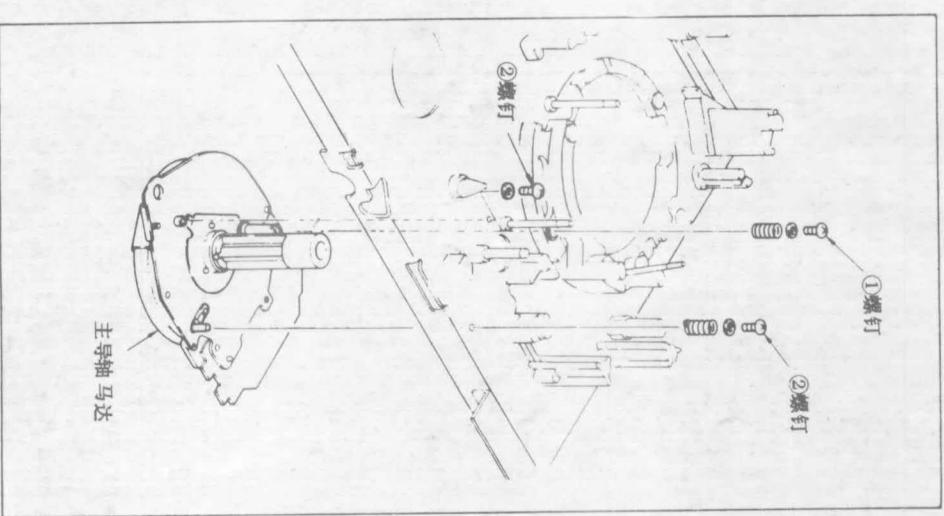

图 9 拆卸主导轴马达
- (1) 主导轴马达的拆卸 (图 9)
- 拧开螺钉①、②、③并从底盘卸下主导轴马达。